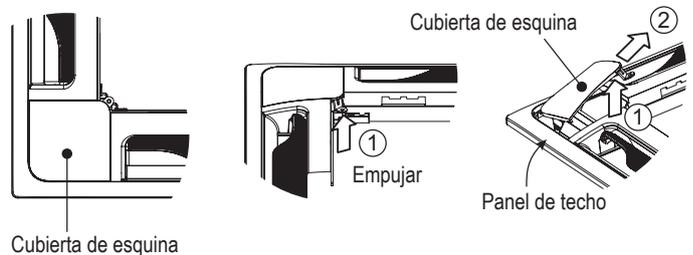

Fig. 2-17
- (2) Retirar la tapa de la esquina
- a) deslizar la tapa de la esquina en la dirección de la flecha ① para desmontar las bisagras (3 posiciones) Luego, sacar la rejilla de la entrada de aire en la dirección de la flecha ②. (Fig. 2-17)